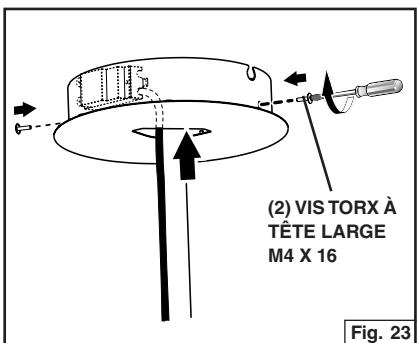

Fig. 23
- Posez le couvercle du plafonnier et fixez-le avec (2) vis Torx à tête large M4 x 20. Fig. 23. Enlevez la pellicule protectrice.